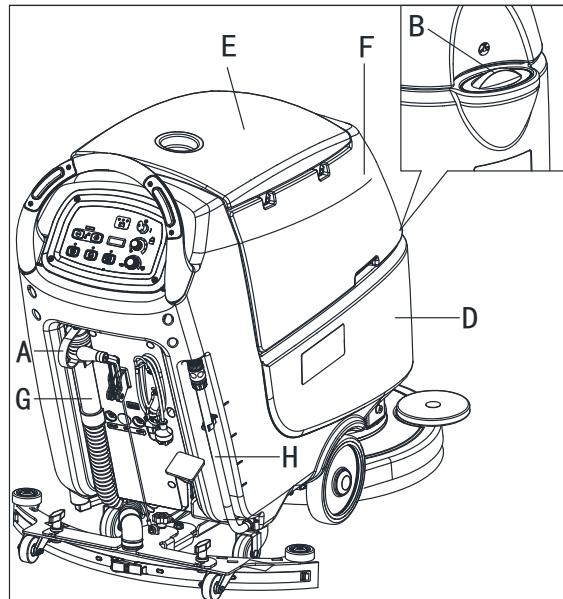

Figure 7
- Ouvrir le goulot de remplissage (B, Fig.7).
- (Pour les machines sans système de mélange de produits chimiques) Utiliser le goulot de remplissage avant (B) et ou le goulot de remplissage arrière (H) pour remplir le réservoir (D) avec une solution appropriée pour le travail à effectuer. Remplir jusqu'à la marque de référence "1" du tuyau de contrôle du niveau (H). Toujours respecter les instructions de dilution sur l'étiquette du produit chimique utilisé pour préparer la solution. La température de la solution ne doit pas dépasser +104 °F (+40 °C).